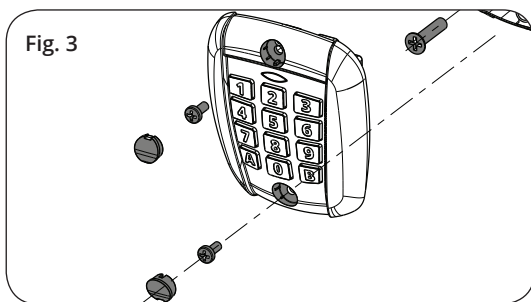

Fig. 3
- Una volta fissata la base alloggiamento alla parete o alla colonna, montare il frontalino tastiera (fig. 3).
- Once the housing base has been fixed to the wall or column, fit the keypad front panel (fig. 3).
- Wenn die Einsatzbasis an die Wand oder Säule befestigt wurde, die Tastaturfrontplatte montieren (Abb. 3).